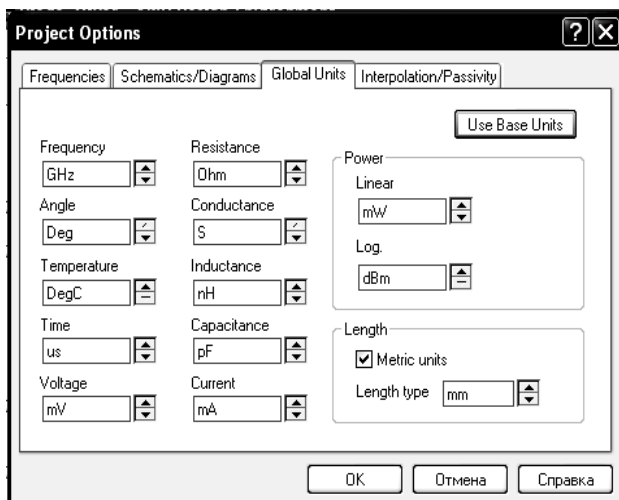

Рис. 3.32
2. В открывшемся окне опций проекта откройте вкладку **Global Options** и определите глобальные единицы измерения, как показано на рис. 3.32.